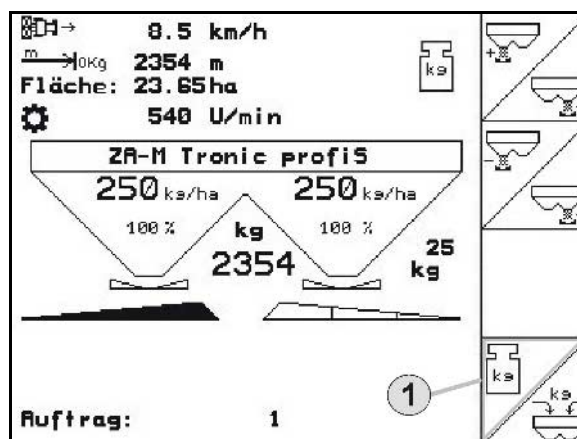

Fig. 63
- 2.1 Skru ut vingeskruen (Fig. 63/1) som fester spredeskiven, og trekk spredeskiven av girakselen.
3. Heng samlebeholderen (Fig. 63/2) i holderne (Fig. 63/4 og Fig. 63/5) på rammen ved hjelp av bøylene (Fig. 63/3).